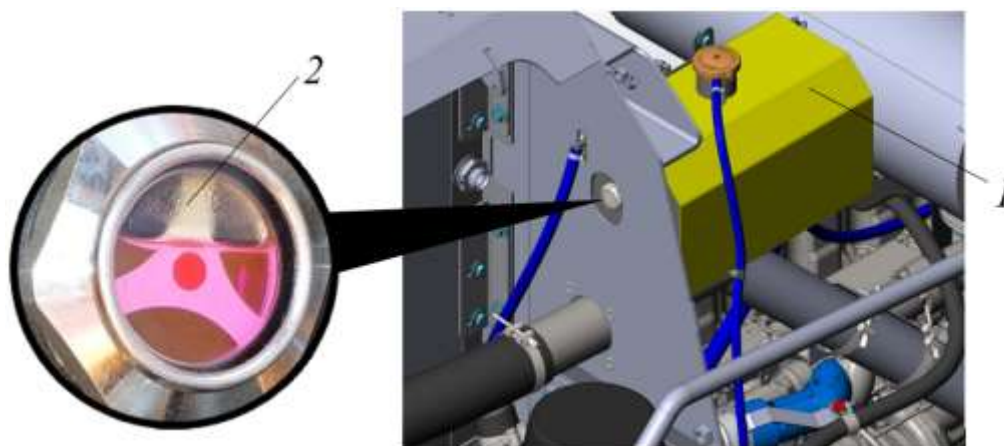

Рисунок 5.30. Расширительный бачок
Расширительный бачок размещен в моторном отсеке и закреплен на гидравлическом баке с левой стороны по ходу движения машины, рис. 5.30. В расширительном бачке размещены наливная горловина и смотровое окно для контроля уровня охлаждающей жидкости. Смотровое окно выходит под створку блока радиаторов. Доступ к наливной горловине обеспечивается при открытом капоте моторного отсека.
- Через смотровое окно 2 (рис. 5.30) проверить наличие и уровень охлаждающей жидкости.